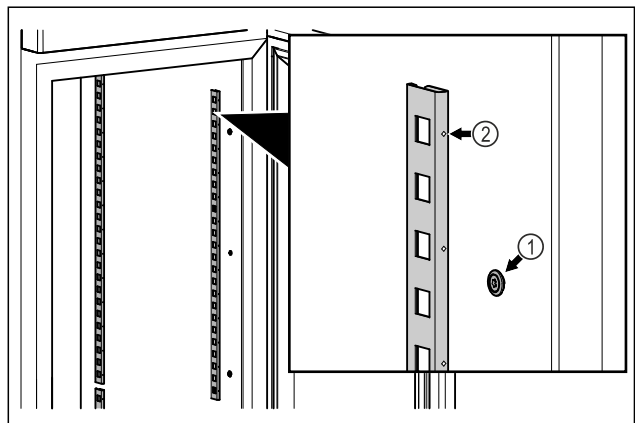

Fig. 17 Beispielhafte Darstellung
- ▶ Rastenleisten in Aufhängung Fig. 17 (1) einhängen. Markierung Fig. 17 (2) muss nach vorne zeigen.